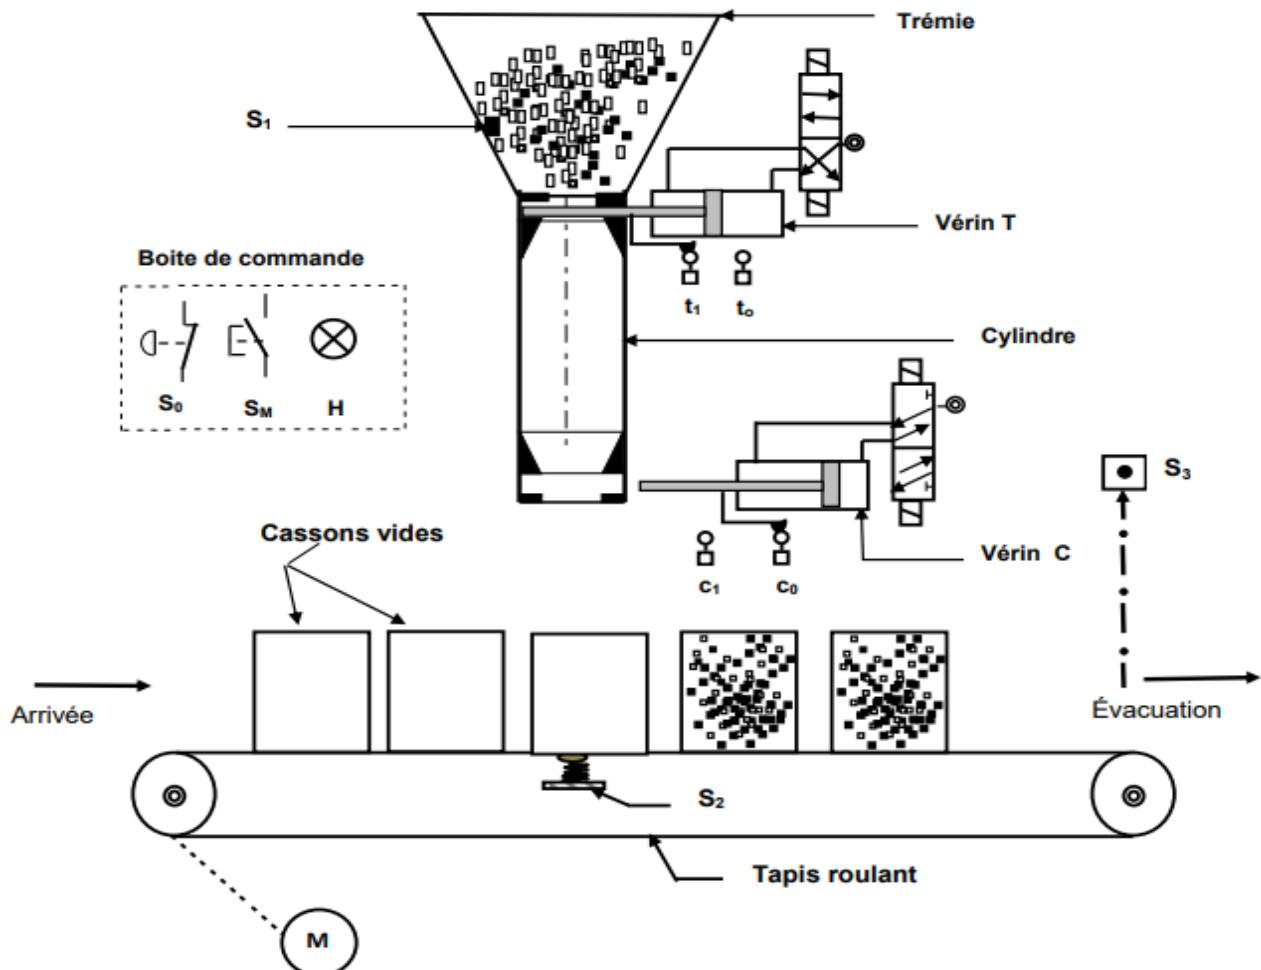

Figure 1 : Schéma descriptif
Le système automatisé de la figure 1 ci-dessus permet de transférer dans des caissons des pointes stockées dans une trémie. Il comprend :
- 02 vérins à double effet raccordés à des distributeurs tels que représentés à la figure 1.